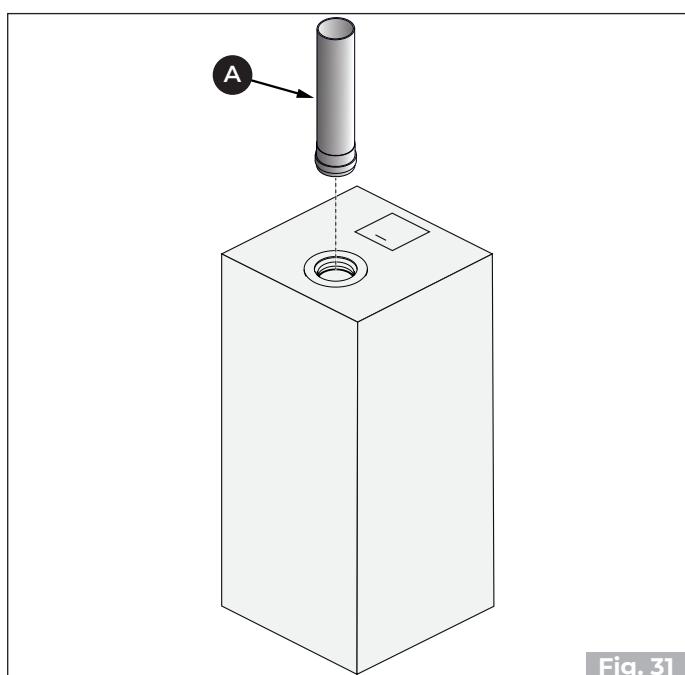

Fig. 31
- Schließen Sie das Rauchabzugsrohr (A) (Fig. 31).